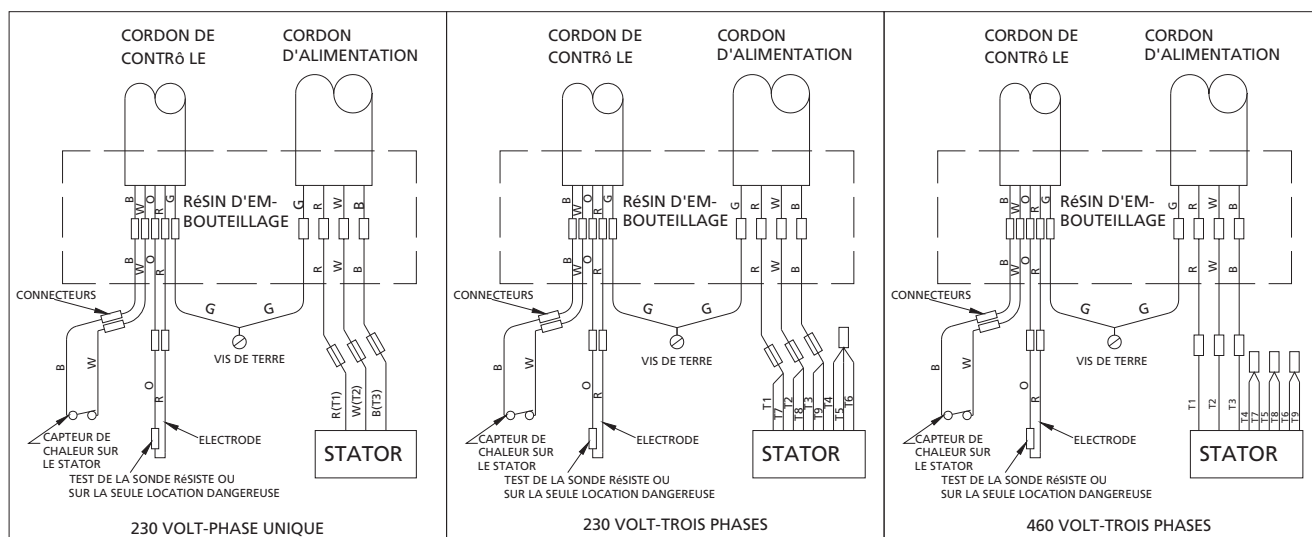

Figure 4
Pour la phase unique, les fils blanc et noir se connecter aux bornes de deux lignes et le rouge se connecte au terminal d'enroulement de départ. Le vert est à la masse et doit être raccordé à une terre à l'extérieur (voir Figure 4 à la page 9).
Le câble de contrôle a 5 conducteurs: noir, blanc, rouge, jaune et vert. Les blanc et noir se connectent aux terminaux du capteur thermique; les rouge et jaune se connectent aux terminaux défauts du joint; et le vert se connecte à la masse dans le panneau de contrôle (voir Figure 4 à la page 9).
4. Procédure de câble spécifique (Réf. Figures 4, 5 & 6).
5. Si le moteur doit être refait, consulter le schéma de câblage sur la Figure 4.